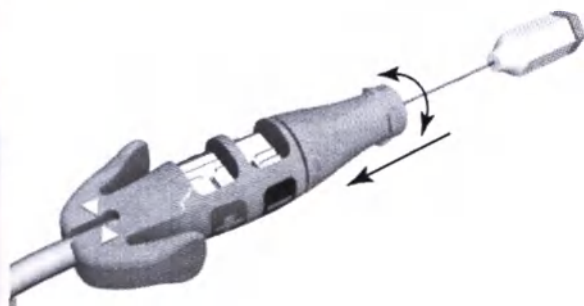

Рисунок 5. Рукоятка фиксации насадки на коннектор электрода присоединена
- Возьмитесь за насадку на коннектор электрода и терминальную защитную накладку. Для присоединения фиксирующей рукоятки к концевому штырю протолкните рукоятку в направлении корпуса насадки на коннектор электрода до плотного прилегания. Вращайте фиксирующую рукоятку по часовой стрелке для выкручивания спирали и против часовой стрелки для ее вкручивания. Визуально следите за выкручиванием и вкручиванием спирали (Рисунок 5 Рукоятка фиксации насадки на коннектор электрода присоединена).